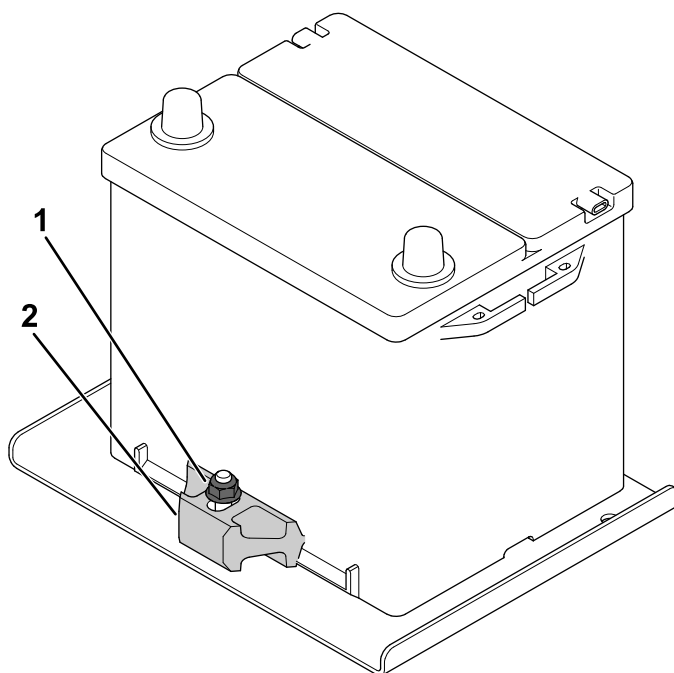

Figura 95
2. Allentate il dado di bloccaggio che fissa la cinghia della batteria e rimuovete la batteria dal supporto (Figura 95).
1. Posizionate la batteria sul relativo supporto e fissatela alla cinghia serrando il dado di bloccaggio (Figura 95).